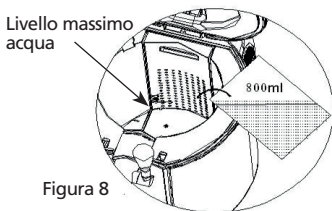

Figura 8
5. Riempire il vano di raffreddamento con 800 ml di acqua o aggiungere acqua fino al segno massimo (Figura 8) (Può funzionare senza acqua, ma con prestazioni compromesse).